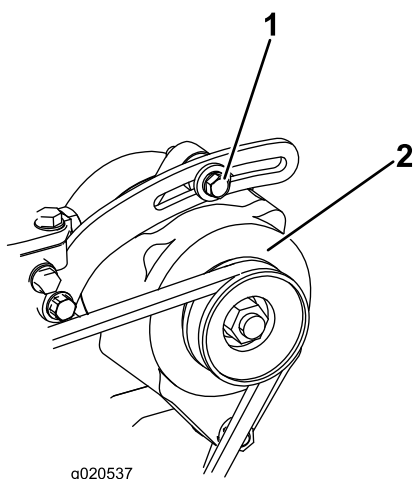

Figure 78
1. Desserrez les boulons de fixation de l'alternateur (Figure 78).